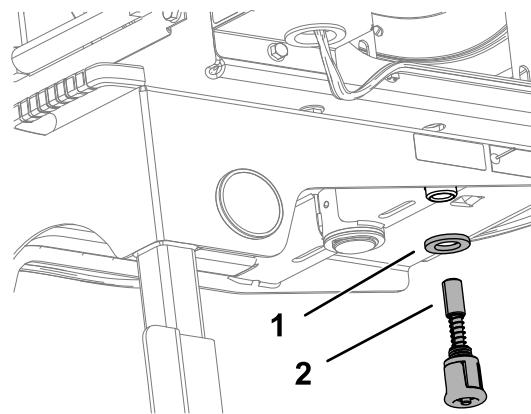

Figure 12
6. Montez la rondelle et la goupille élastique sur la face inférieure du cadre du dévidoir (Figure 12).